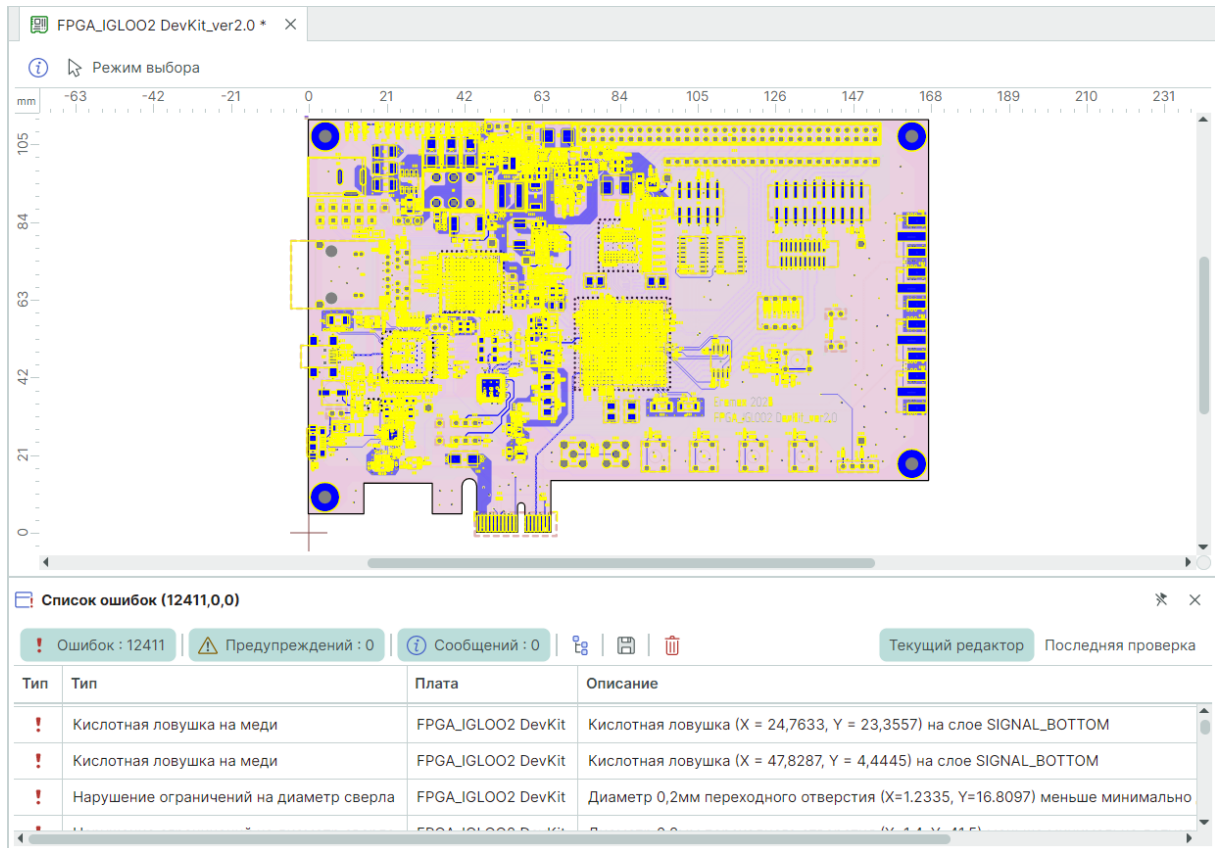

Рис. 512 Отображение выявленных нарушений по итогу выполнения проверки платы на технологичность
4. При выявлении ошибок в ходе выполнения проверки в панели «Список ошибок» будут отображены все нарушения, см. Рис. 512. Также все выявленные нарушения будут подсвечены на плате.